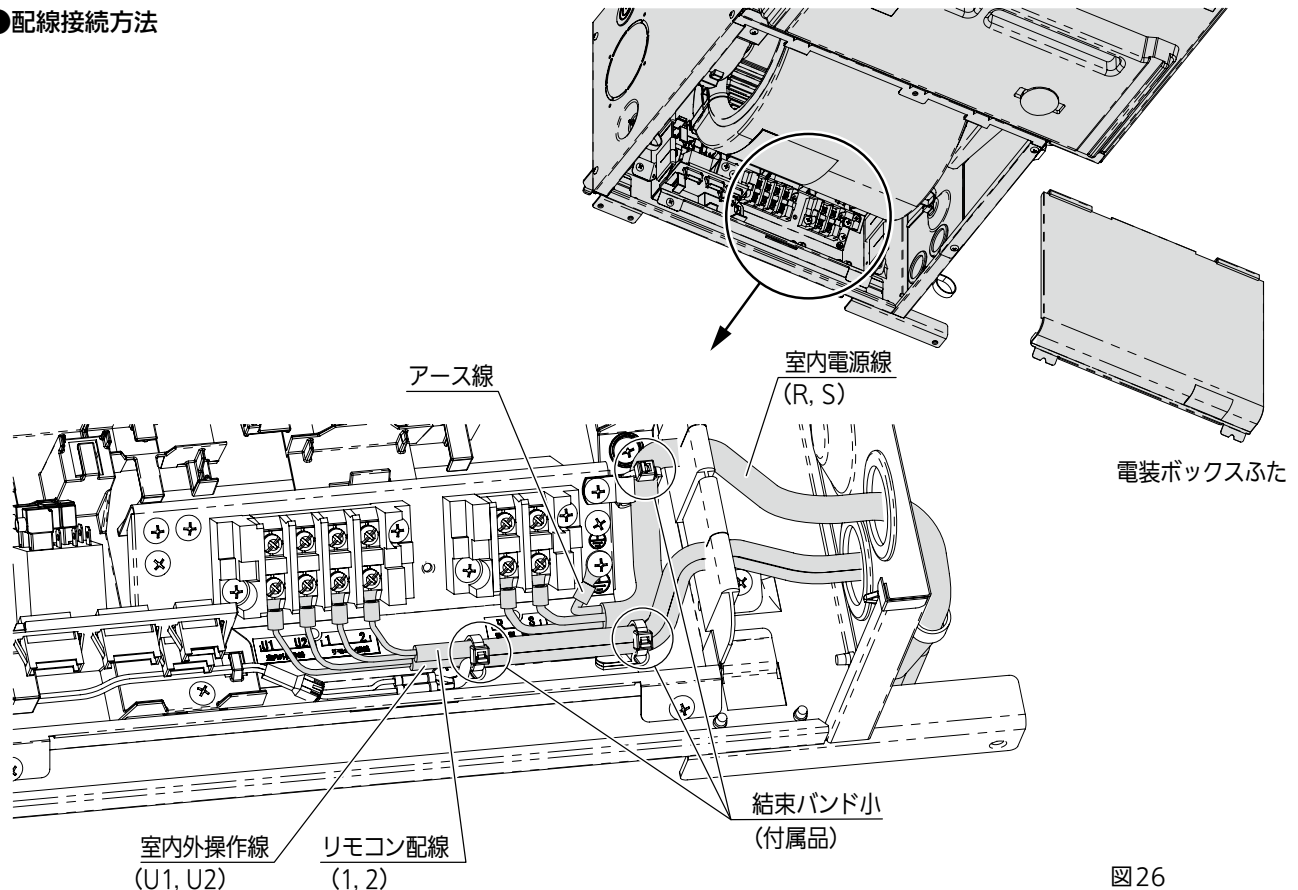

図26
また、電装ボックスは本体下面吸込口面にあります。(図26)
- 電源線は端子接続部に張力が加わらないように、配線固定具に結束バンド小(付属品)を通し、しっかりと固定してください。(3か所) 固定は必ず被覆部分で行ってください。(図26)